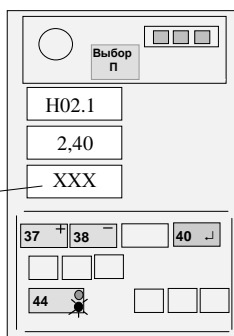

Рисунок 11
4.4.6.4 Нажимая кнопки "+" (37) и "-" (38), набрать на среднем ИЖЦ значение вылета, указанного в правом столбце таблицы 4 с погрешностью не более $\pm 0,01$ м (см. рисунок 11) для установленного значения вылета по рулетке.